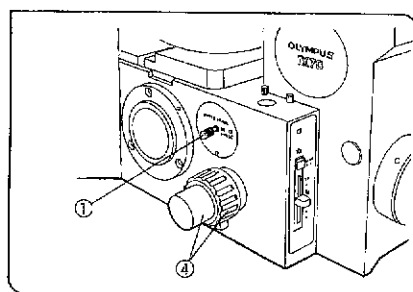

図 66
(図66, 67, 68, 69, 70)
(図66, 67, 68)
(図66)
4) 粗微動ハンドル④を回して、標本にピントを合わせます。(図66)